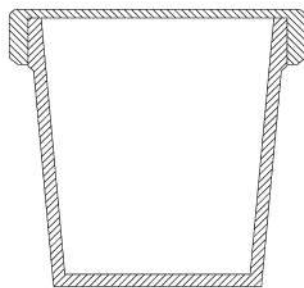

Рис. 50. Бюкс (тефлон)
4. **Бюкс (тефлон)** (рис. 50) - предназначен для хранения и взвешивания химических веществ и образцов. Особенности конструкции: сосуд с плоским устойчивым основанием, выполнен в форме усеченного конуса. Горловина прямая, без носика и ободка. Бюкс плотно закрывается крышкой. Материал: тефлон. Выдерживает нагрев до температуры $+200\text{ }^{\circ}\text{C}$. Обладает самой высокой химической стойкостью среди всех пластиков, превосходит благородные металлы по этому показателю. Устойчив к кислотам, щелочам, солям, органическим веществам. Обладает крайне низкой адгезией, не смачивается водой, маслами, органическими растворителями. Разрушается под воздействием фтора, трифторида хлора, расплавов щелочных металлов.